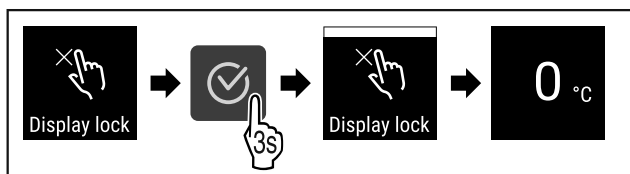

Fig. 76
- ▶ Végezze el a gyakorlati lépéseket (lásd Fig. 76) .